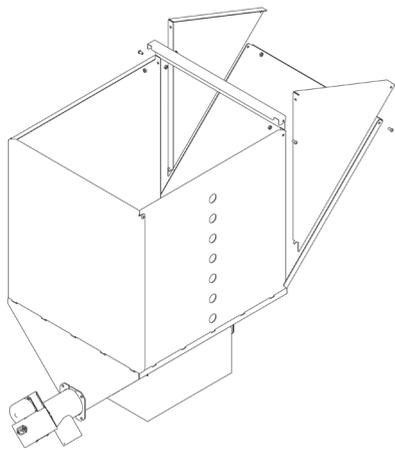

Рис. 23
4. Собранный конструкцию закрепите с помощью поперечных стяжек как указано на (Рис.23). **Внимание! Отгиб 45° на стяжке должен располагаться наружу.**